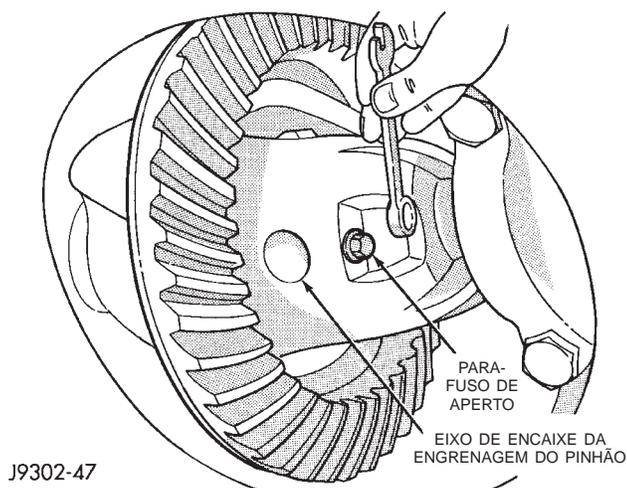

Fig. 56 Parafuso de Aperto do Eixo de Encaixe
(3) Remova a coroa, se necessário. A remoção da coroa será necessária, se ela precisar ser substituída. O diferencial com Trac-lok pode sofrer manutenção com a coroa instalada.
(4) Remova parafuso de aperto do eixo de encaixe da engrenagem do pinhão (Fig. 56).